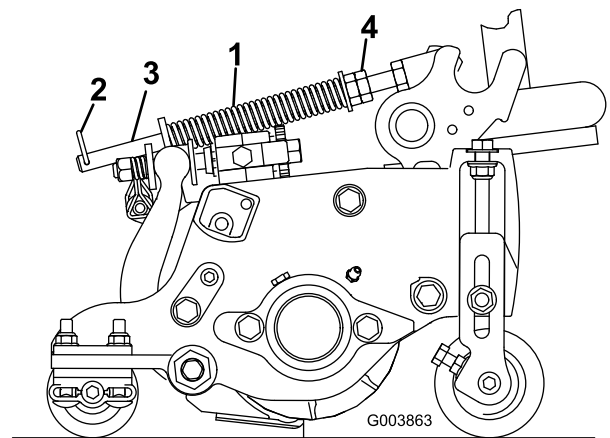

Figura 13
2. Serrate i dadi esagonali sulla parte anteriore dell'asta della molla fino a ridurre la lunghezza compressa della molla a 12,7 cm sugli elementi di taglio da 5 pollici dei Reelmaster 5210 e 5410, oppure a 15,9 cm sugli elementi da 7 pollici dei Reelmaster 5510 e 5610 (Figura 13).
La molla di compensazione del manto erboso (Figura 13) trasferisce il peso dal cilindro anteriore al cilindro posteriore, per contribuire a ridurre l'ondulazione del manto erboso, detta anche fluttuazione o bobbing.
1. Verificate che la coppiglia sia montata nel foro posteriore dell'asta della molla (Figura 13).